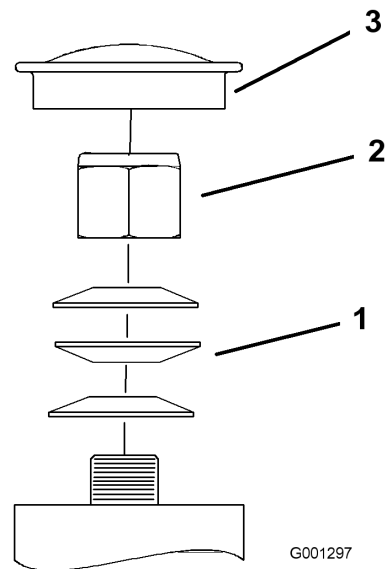

Bild 45
3. Entfernen Sie den Staubdeckel vom Laufrad und ziehen Sie die Sicherungsmutter an (Bild 45).
4. Ziehen Sie die Sicherungsmutter so weit fest, dass die Federscheiben flach liegen und schrauben dann um 1/4 Umdrehung zurück, um die Lager richtig vorzuspannen (Bild 45).
Wichtig: Achten Sie darauf, dass die Federscheiben korrekt wie in Bild 45 dargestellt eingesetzt sind.
5. Setzen Sie den Staubdeckel ein (Bild 45).